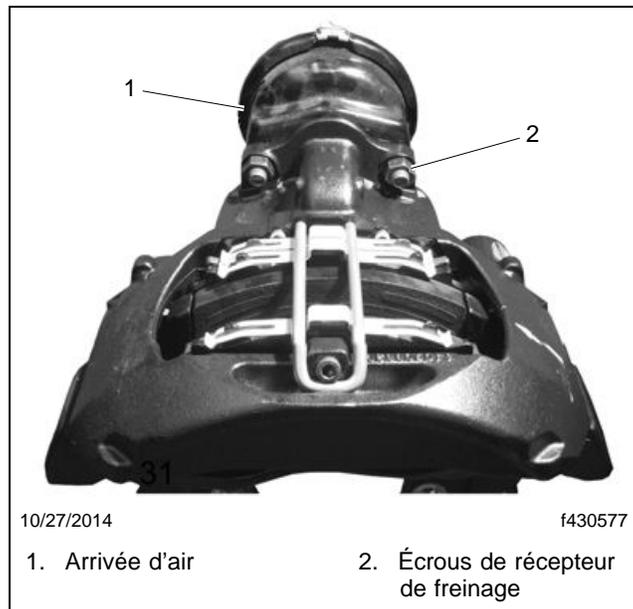

Fig. 1, Dépose du récepteur de frein
8. Retirez et jetez les écrous de montage du récepteur de frein. Lorsque vous déposez le récepteur de frein, veillez à éviter toute contamination du frein par des saletés ou de l'humidité. Reportez-vous à la **figure 1**.
45. Raccordez le conduit d'air au récepteur de frein. Reportez-vous à la **figure 1**. Veillez à ce que le flexible de frein ne soit pas tordu et à ce qu'il ne frotte pas contre d'autres composants.